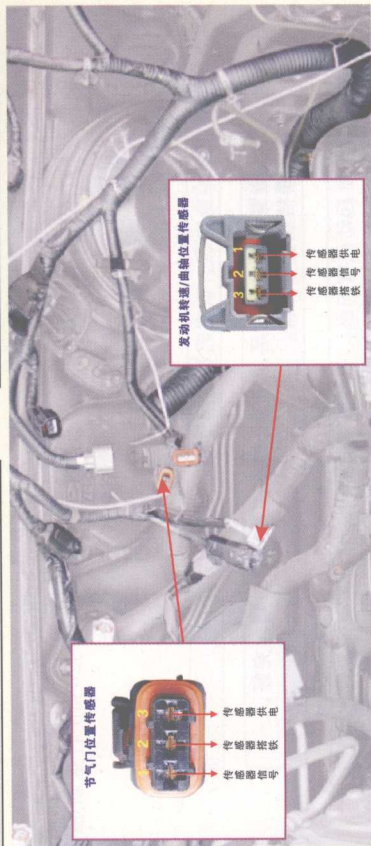

图1-4 传感器线束连接图
① 启动发动机，并使其急速运转。
② 用手晃动有关线束连接器进行检查。看线束连接器接触是否可靠。当检查到空气流量传感器线束连接器时，发现一动该连接器，发动机便立即熄火，重新启动发动机后再试，仍然如此。
③ 对该不良线束连接器进行仔细检查，发现紧固该连接器的卡环已经脱落。重新装好卡环后再试车，发动机运转正常，再动该线束连接器时，发动机机不再出现熄火现象，故认为故障已经被排除。
④ 将该汽车进行路试检查，当通过一段不平的路面时，汽车一颠簸，发现发动机仍有熄火现象，说明故障仍未彻底排除。
⑤ 又一次对有关线路进行检查，发现晃动到节气门位置传感器线束连接器时，发动机有些运转不稳迹象，但再轻敲击时，发动机却又运转正常。沿着这一线束进行检查，未发现有明显断线，估计是线束连接器接触不良（图1-4）。
⑥ 重新插接好各连接器，并将线束固定牢固，然后进行路试，故障排除。